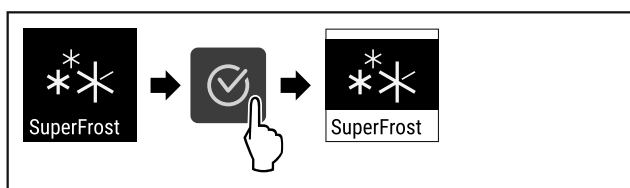

Fig. 64
- Stappen (zie Fig. 64) uitvoeren.